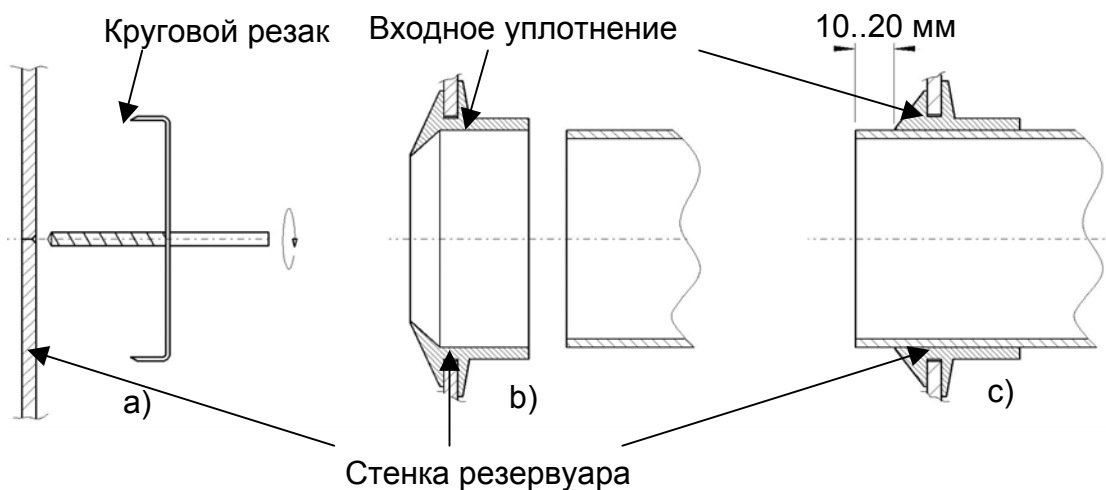

Рис. 8. Присоединение подводящего трубопровода
■ Подсоединение подводящего трубопровода (рис. 8):
- в) Вставьте подводящую трубу в уплотнение-вставку, перед этим наденьте на трубку хомут и смажьте ее и уплотнение соответствующей смазкой (Рис. 8с).